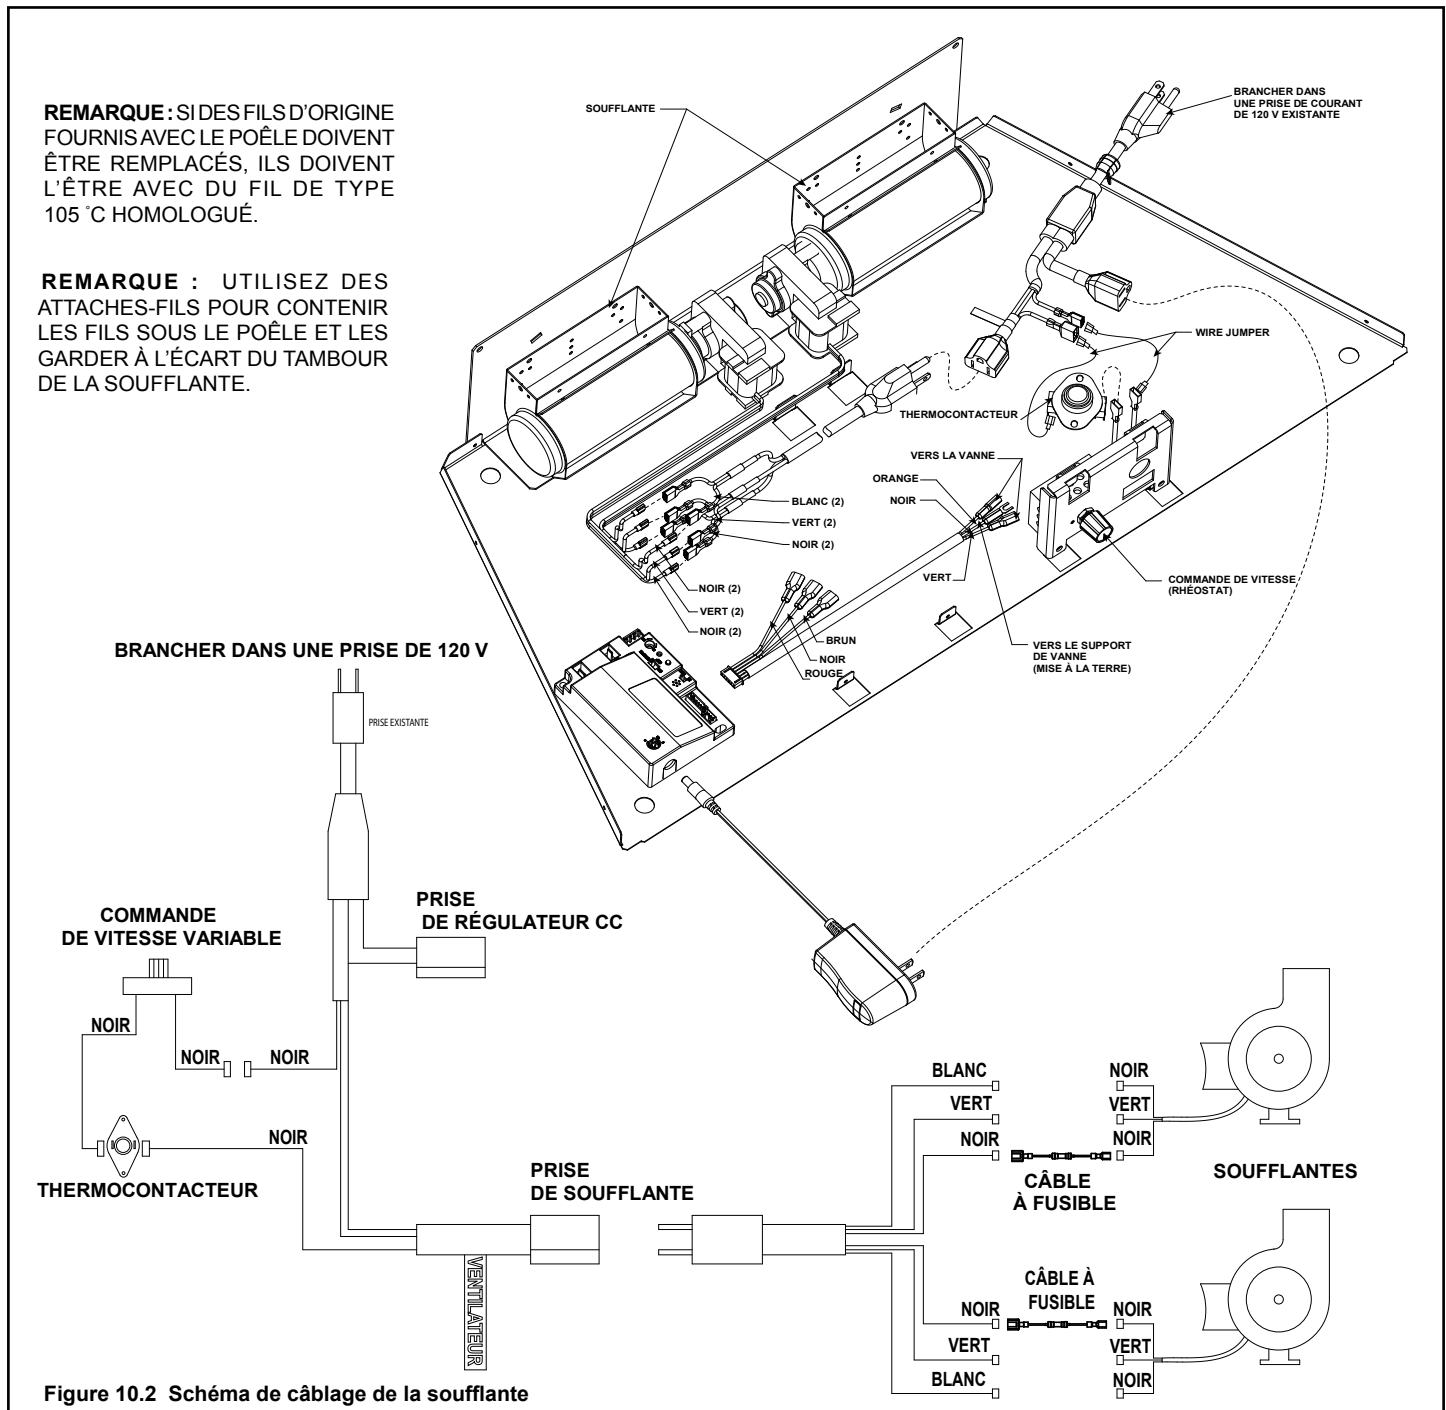

Figure 10.2 Schéma de câblage de la soufflante
- Ce poêle est livré de série avec un cordon d'alimentation de 120 V c.a. muni d'une prise femelle permettant de raccorder toutes les options et tous les accessoires. Voir la Figure 10.2. Ceci est nécessaire pour l'utilisation des accessoires en option (allumage de la veilleuse permanente) ou le bon fonctionnement du poêle (allumage IntelliFire). Une prise de courant doit être installée dans le coin inférieur arrière du foyer en maçonnerie ou du foyer préfabriqué existant pour brancher le cordon d'alimentation fourni. Vous pouvez aussi acheminer le cordon d'alimentation à une prise de courant existante à proximité.
- Reportez-vous à la Figure 10.2 Schéma de câblage IPI.